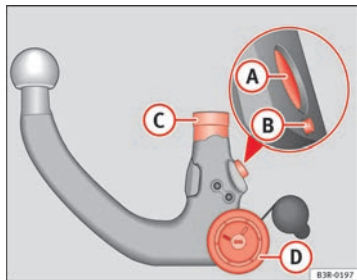

Abb. 155 Abnehmbare Anhängervorrichtung: Kugelstange
- Überprüfen Sie die Kugelstange am Verriegelungsbolzen (A), Auslösebolzen (B), Einsteckschaft (C) und Handrad (D) ⇒ Abb. 155 auf Verschmutzung und Beschädigung.